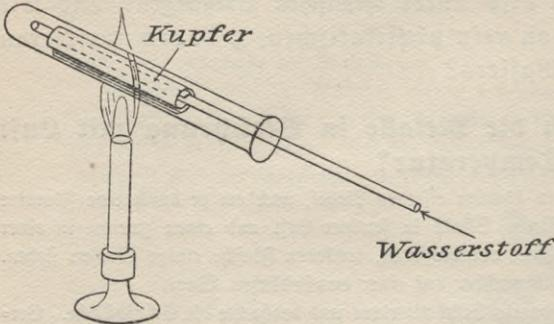

Fig. 3. Erhitzen von Kupfer im Wasserstoff.
* **Versuch 3** (Fig. 3): Bringe in ein gewöhnliches Probierrohr ein Stück blankes, zusammengeroßtes Kupferblech, verdränge die Luft durch Wasserstoff (Darstellung nach § 5, c, 1), den du durch ein bis auf den Boden des Probierrohrchens reichendes Glasrohr einleitest. Halte dabei das Probierrohrchen mit der Öffnung nach unten und erhitze das Kupferblech mit einer Bunsenflamme.